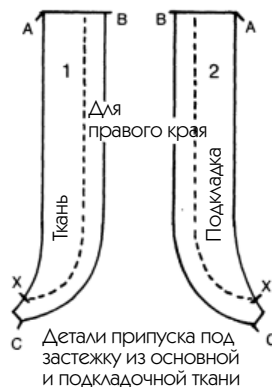

Рис. 455
— Положите лицом к лицу детали из основной и подкладочной ткани (лекало 1 и 2 на рис. 455) и стачайте от В до С.
2. Изображенные на рис. 455 и 456 лекала одинаковы, но они лежат лицевой стороной кверху, чтобы показать, как правильно их нужно вырезать.